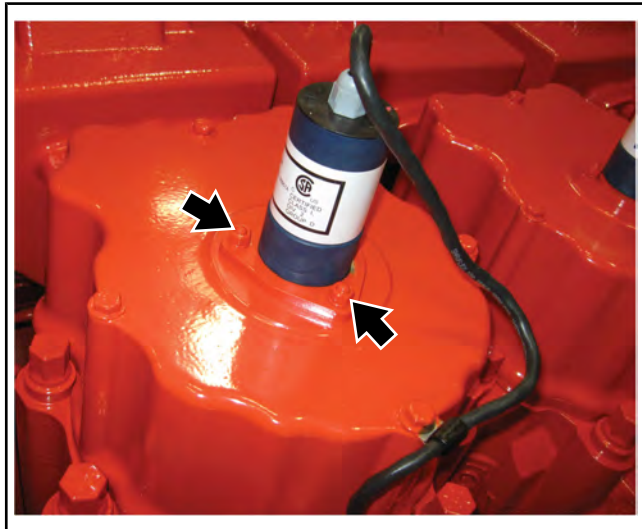

Рисунок 4.05-24: Установка катушки зажигания
10. Расположите катушку с надписью TOP («Верх») на фланце, с ориентацией в направлении выпускного коллектора. Зафиксируйте катушку с помощью 3 стопорных шайб и шестигранных гаек, затяните их в соответствии с техническими условиями (см. Рисунок 4.05-24). См. Система зажигания в Таблица 1.15-12 Значения моментов в критических точках двигателя на странице 1.15-24 для ознакомления с величинами момента затяжки.